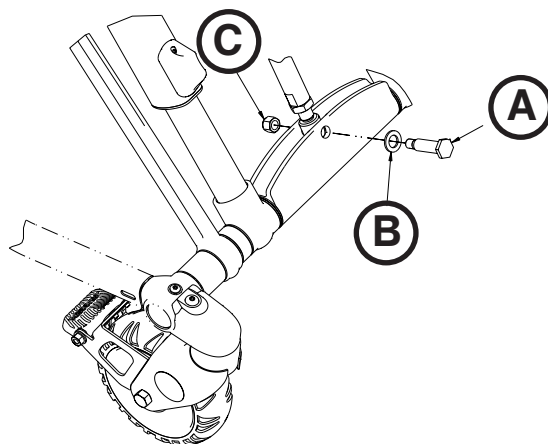

Figure 58
3. A l'aide de clés mixtes de 3/4 et de 9/16, retirer la goupille de retenue de la tige (A), la rondelle (B), et l'écrou hexagonal Nylock (C) qui maintiennent le vérin hydraulique sur le châssis (Figure 58).